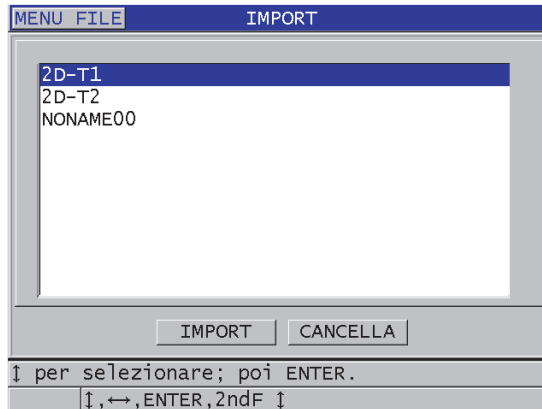

Figura 14-9 Esempio della schermata IMPORT
6. Nella schermata **IMPORT** (vedi Figura 14-9 a pagina 291):